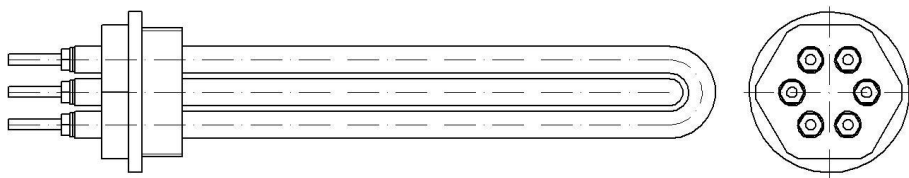

Рисунок 1. Трубчатый электронагреватель блочный ТЭНБ
Блок ТЭНов (Рис. 1) или Трубчатые Электрические Нагреватели Блочные (далее по тексту – ТЭНБ), предназначены для нагревания воды или антифризов для систем отопления. ТЭНБ представляет собой фланец с наружной резьбой, в который герметично запрессованы трубчатые электронагреватели с резьбовыми выводами (М4). Фланец имеет трубную цилиндрическую резьбу по ГОСТ 6357-81 G 1½" и шестигранник под ключ (50мм).
- Периодически (не реже одного раза в год и перед каждым отопительным сезоном) проводить визуальный осмотр электрических контактов, зачищать их и производить протяжку с усилием: - гаек на контактных стержнях ТЭН и винтов контактов контакторов с усилием 2.0 Нм (см.Рис.1,2);